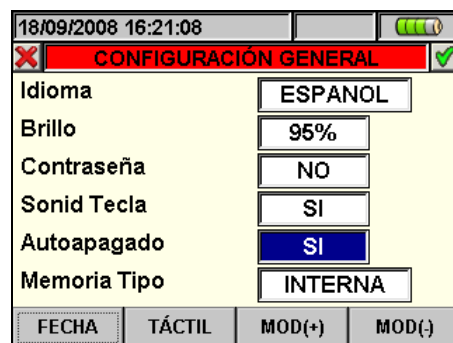

Fig. 15: Pantalla Programación Autoapagado
1. Posicione el cursor con las teclas flecha arriba o abajo sobre el campo correspondiente a la función “Autoapagado” evidenciándolo sobre fondo azul, como muestra la Fig. 15: